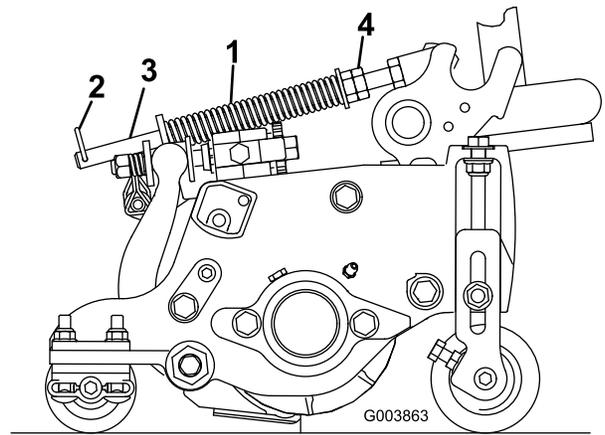

Bild 15
2. Ziehen Sie die Sechskantmuttern vorne an der Federstange an, bis die zusammengedrückte Länge der Feder am Reelmaster 5210 & 5410, 5 Zoll Mähwerke, 12,7 cm oder am Reelmaster 5510 & 5610, 7 Zoll Mähwerke, 15,9 cm beträgt (Bild 15).
Die Rasenkompensierungsfeder (Bild 15) verlagert das Gewicht von der Front- zur Heckrolle. (Dies reduziert ein Bobbing genanntes Wellenmuster auf der Rasenfläche.)
1. Stellen Sie sicher, dass der Lastösenbolzen in das hintere Loch in der Federstange eingesetzt ist (Bild 15).